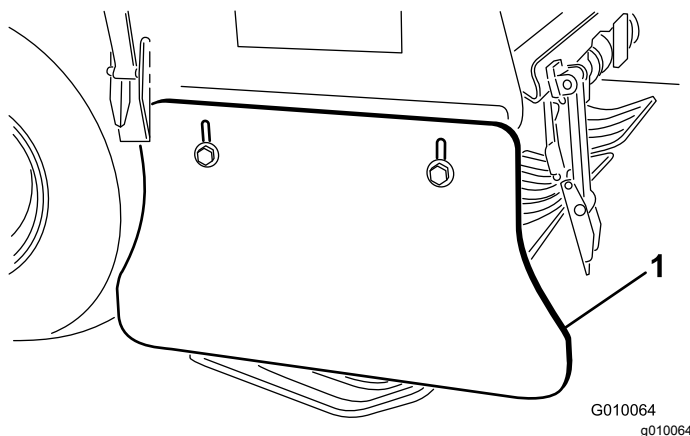

Figura 63
2. Allentate i bulloni e i dadi di fissaggio del deflettore laterale al telaio (Figura 63).